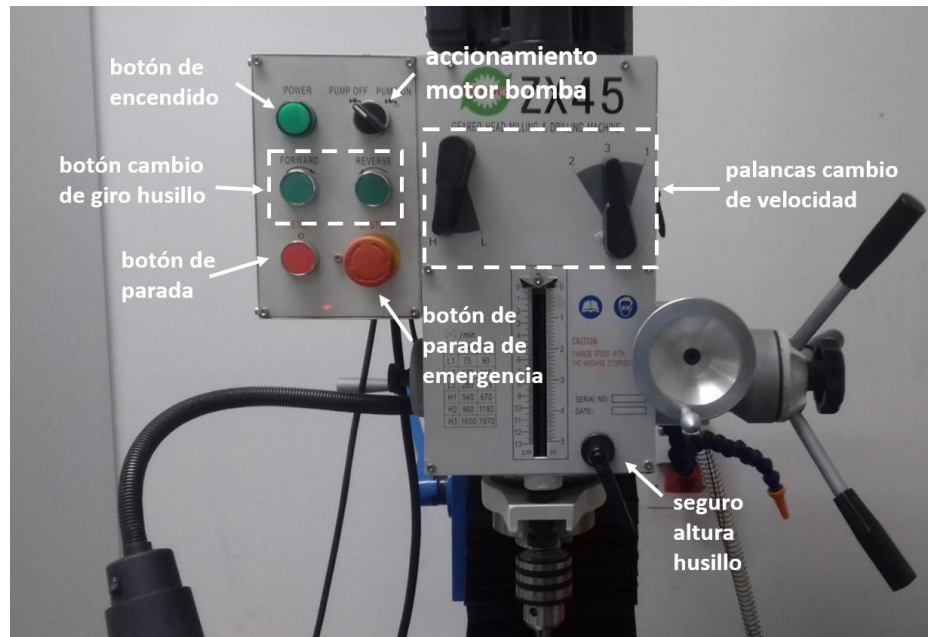

Figura 3. Tablero de mando de la fresadora ubicada en el laboratorio de innovación y fabricación
- 3) Activar la fresadora apretando el botón de encendido (botón verde, ver Figura 3).
- 6) Se procede a mecanizar el material maniobrando con las palancas que mueven horizontalmente la herramienta y horizontalmente la mesa de manufactura. La altura del husillo se puede fijar con el seguro de la altura, ver Figura 3.